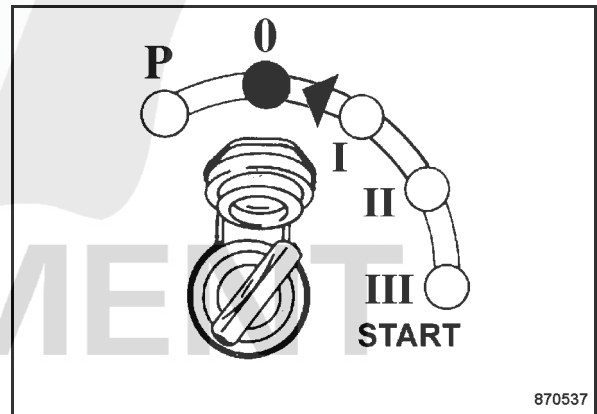

Fig. 61
- Tourner la clé de contact (Fig. 61) sur position "0" ou "P" et la retirer.